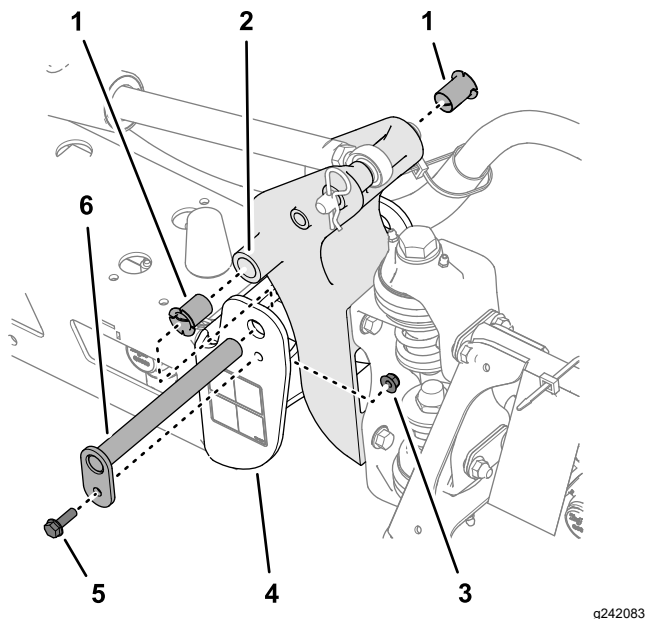

Figure 152
3. Retirez le boulon et l'écrou qui fixent l'axe de pivot, et déposez celui-ci (Figure 152).
5. Déposez et examinez les bagues en nylon à l'avant et à l'arrière du support de pivot (Figure 152).
6. Lubrifiez les bagues en nylon avec un peu d'huile et insérez-les dans le support de pivot (Figure 152).
7. Alignez les trous du support de pivot et les trous du profilé d'extrémité (Figure 152).